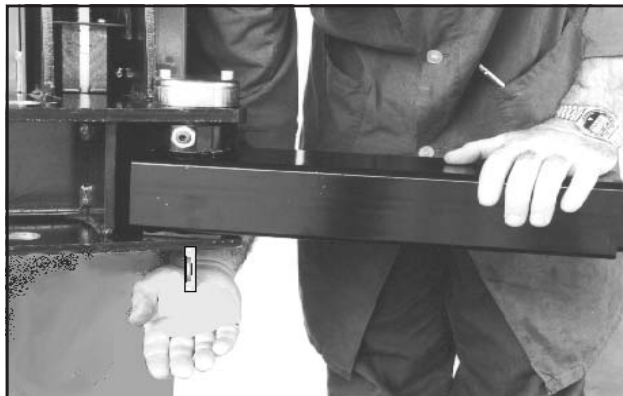

Fig.44
7 - Verificare il corretto funzionamento del dispositivo di bloccaggio bracci, premendo verso l'alto il perno spingimolla (1) e ruotando il braccio in uno dei 2 sensi, così che dopo una breve rotazione il perno ritorni nella sua posizione (Fig.44).
7 - Make sure that the arm locking device works correctly, pressing the spring thrusting pin (1) upwards and turning the arm in one of the 2 directions, so that after a brief rotation the pin returns to its position (Fig.44).